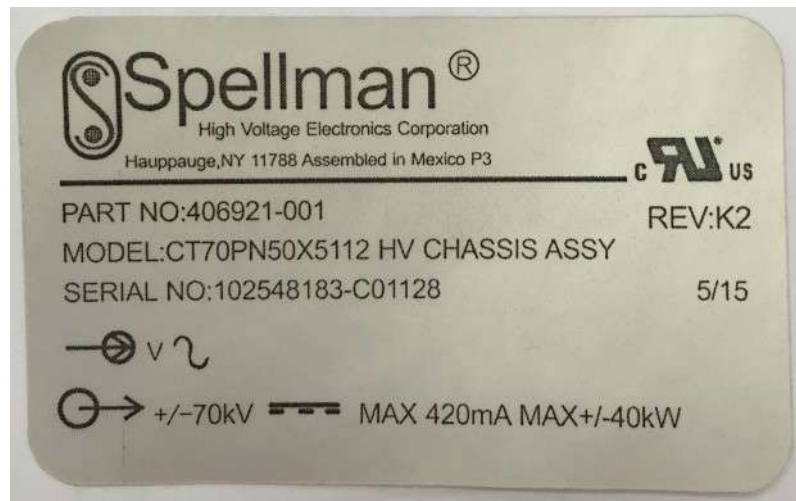

Рисунок2-13 Этикетка высоковольтного генератора
8. Рисунок 2-13 является этикеткой генератора высокого напряжения, прикрепленной на генератор